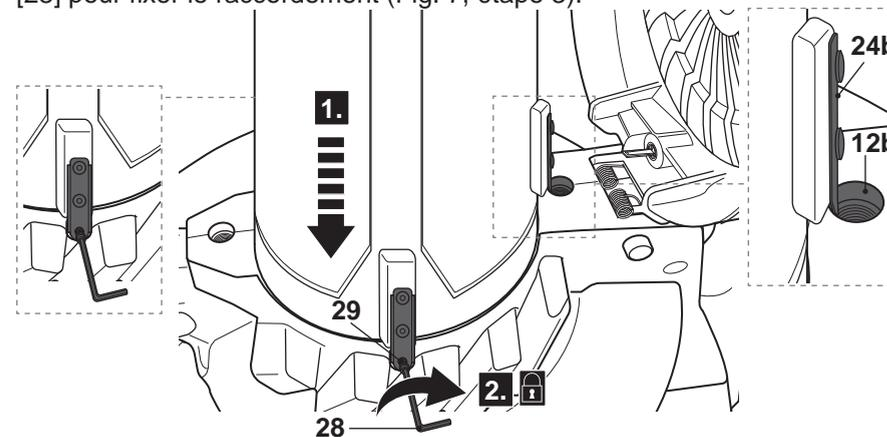

Fig. 7
- > Alignez et insérez l'assemblage du tube aspirateur dans l'ouverture (Fig. 7, étape 1)
- > Alignez et serrez les boulons (x2) [24a] à l'aide de la clé hexagonale [26] (Fig. 7, étape 2) et les boulons (x 2) [29] à l'aide de la clé hexagonale [28] pour fixer le raccordement (Fig. 7, étape 3).